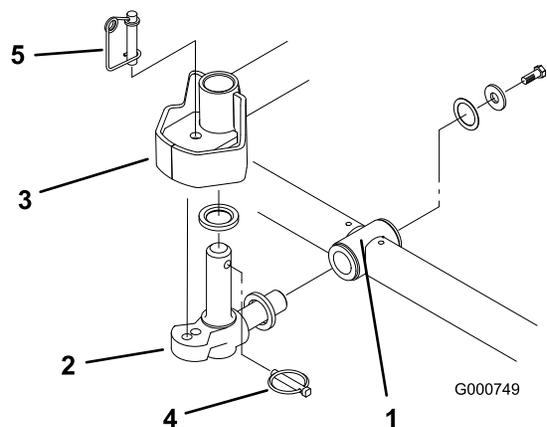

Figura 16
6. Introduzca una arandela de empuje en el eje horizontal del nudo del pivote tal y como se muestra en (Figura 16).
7. Introduzca el eje horizontal del nudo del pivote en el tubo de montaje del bastidor de tiro (**Figura 16**).
8. Fije el nudo del pivote al bastidor de tiro con una arandela de empuje, una arandela plana y un tornillo de caperuza con arandela prensada (**Figura 16**).
9. Introduzca una arandela de empuje en el eje vertical del pivote (**Figura 16**).
10. Si no está ya instalado, introduzca el eje vertical del pivote en el buje de pivote del brazo de elevación (**Figura 16**). Guíe el pivote a su lugar entre las dos piezas de goma de centrado del lado inferior de la chapa de dirección del brazo de elevación.
11. Introduzca el pasador de seguridad en el taladro transversal del eje del pivote (**Figura 16**).
Nota: Si se requiere fijar la posición de la unidad de corte, introduzca el pasador de bloqueo de la dirección en el taladro de montaje del nudo del pivote (**Figura 16**).
14. Enganche el alambre del muelle alrededor de la parte inferior del pasador de bloqueo de la dirección (**Figura 16**).